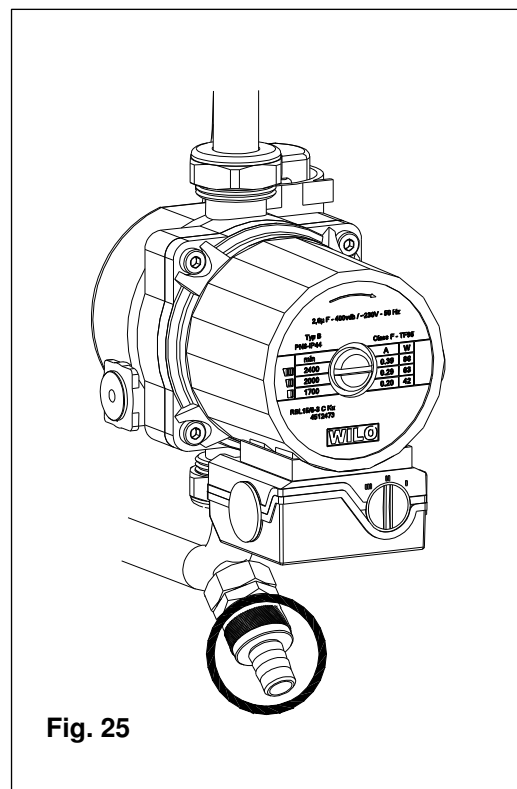

Fig. 25
- Brancher un tuyau flexible à l'embout du robinet de vidange de l'installation (fig.25) et placer l'autre extrémité du tuyau dans une évacuation d'eau;